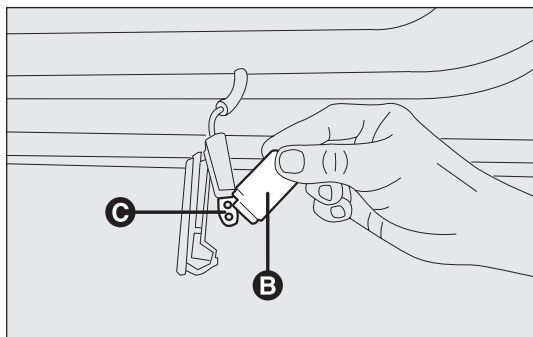

рис. 182
- надавите сбоку на отражатель лампы В – рис. 182 около двух крепежных болтов и поверните его;